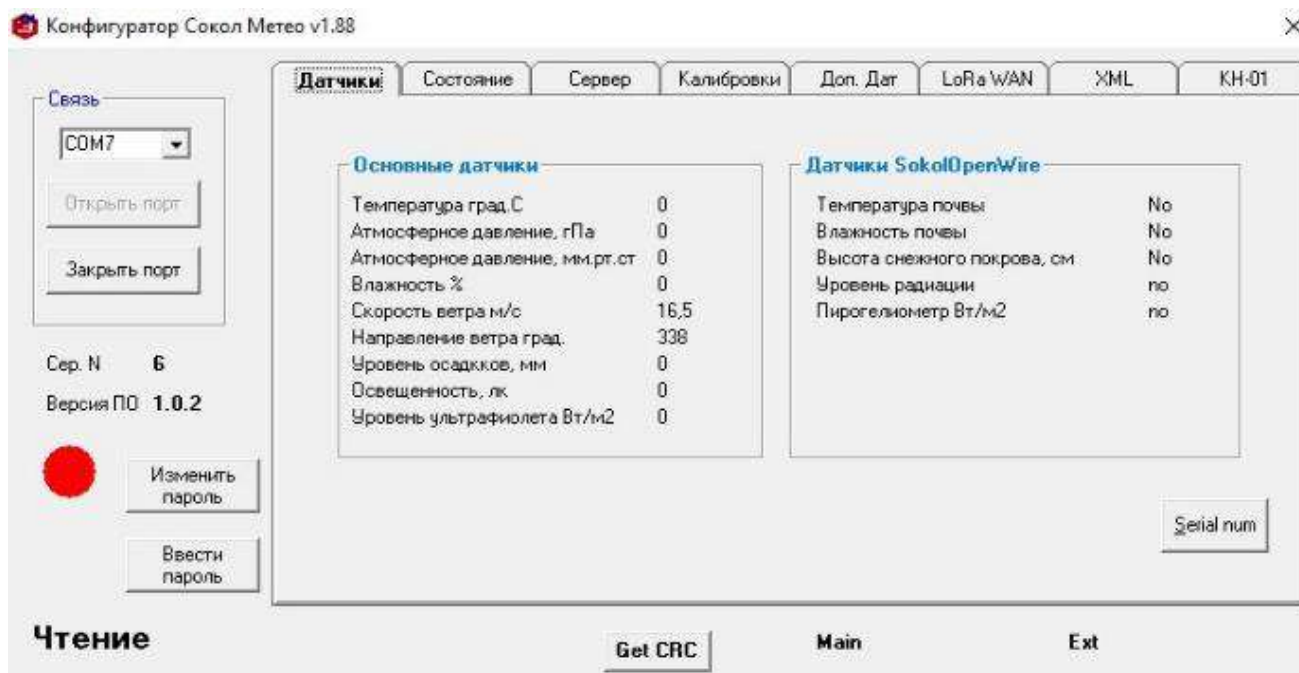

Рисунок 12–Sokol CFG вкладка «Датчики».
2.6.3 После успешного подключения к ПО во вкладке «Датчик» появятся показания с датчиков Анеморумбометра. К ним относятся основные метеорологические параметры: Направление и скорость ветра. (Рисунок 12)